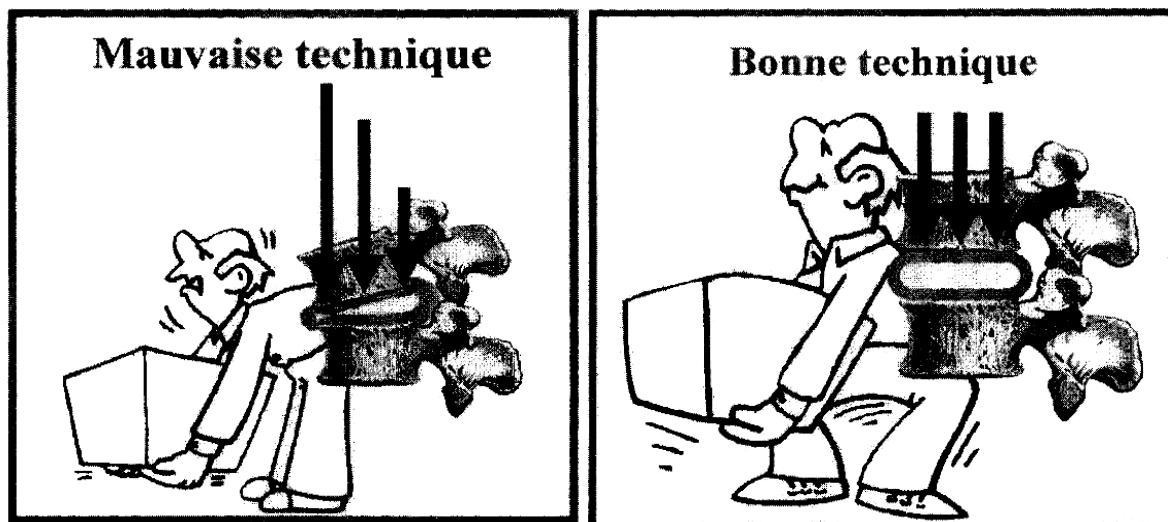

Fig. 1-7
*Soulèvement et déplacement des charges.* Malgré la mécanisation du travail, la manutention d'objets lourds lors de l'exécution de travaux est encore chose fréquente dans plusieurs situations. Le transport de charges nécessite des efforts importants qui, s'ils sont mal adaptés à la situation, peuvent provoquer notamment une atteinte à la colonne vertébrale, aux muscles, tendons, ligaments et articulations (fig. 1-7).